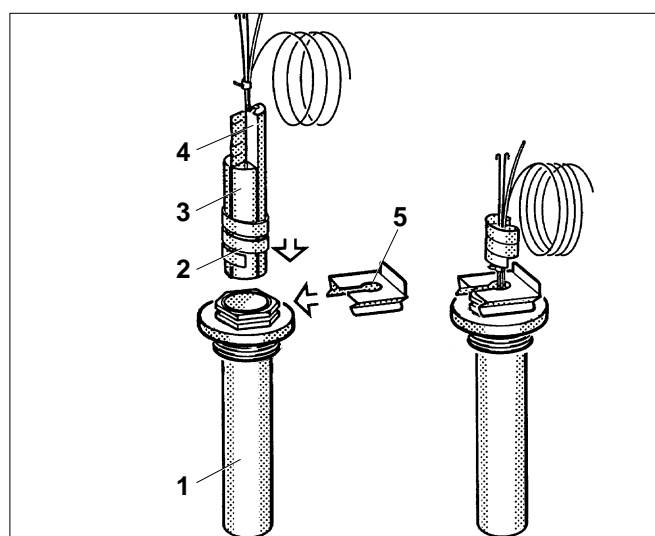

Fig. 15 Doigt de gant et sondes de température
- Retirer l'arrêt de sécurité (fig. 15, **pos. 5**) du doigt de gant, retirer la sonde du point de mesure, enlever la pièce borgne et joindre la sonde quart de rond (fig. 15, **pos. 3**) de la sonde de température d'eau de chaudière aux autres sondes quarts de rond à l'aide de la spirale en plastique (fig. 15, **pos. 2**).
- Insérer les sondes de température dans le doigt de gant (fig. 15, **pos. 1**) jusqu'à la butée. La spirale se rétracte automatiquement. Le ressort compensateur (fig. 15, pos. 4) doit être également inséré dans le doigt de gant.
- Pousser l'arrêt de sécurité (fig. 15, **pos. 5**) par le côté ou par le haut sur la tête du doigt de gant.
Légende fig 15